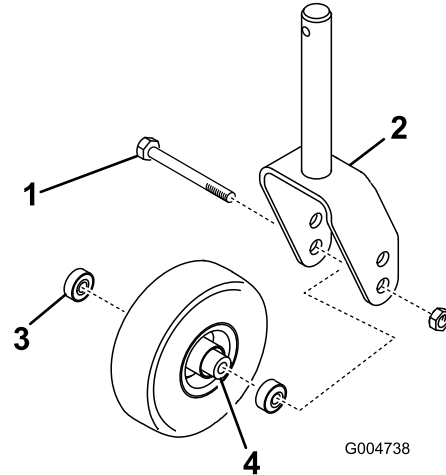
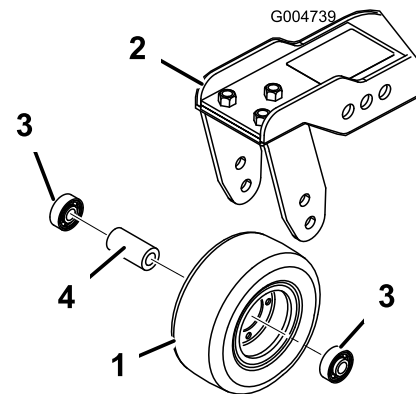

Figure 85
Figure 86
1. Retirez le contre-écrou du boulon qui fixe la roue pivotante entre la fourche (Figure 85) ou le bras de la roue pivotante (Figure 86).
2. Enlevez le roulement du moyeu de la roue et laissez tomber la douille d'écartement à l'extérieur (Figure 85 et Figure 86).